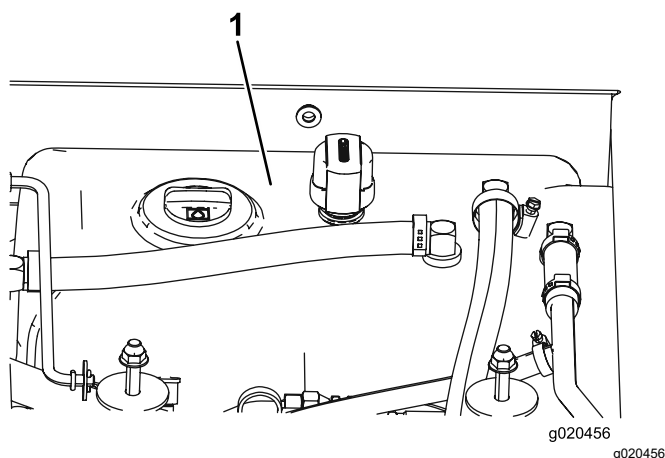

Figura 79
4. Riempite il serbatoio (Figura 79) di fluido idraulico; fate riferimento a Controllo del fluido idraulico \(pagina 70\).